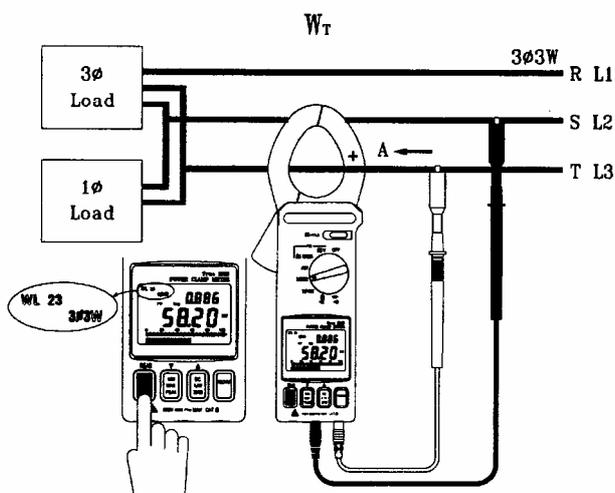

Рис. 5
2. Измерение мощности  $W_{TS}$  ( $W_{L3L2}$ ) (см. рис. 5)